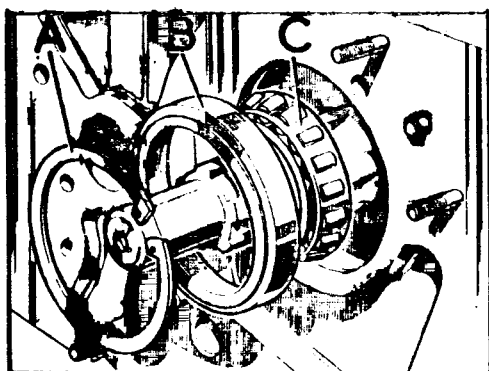

Fig. C-42 Cojinete delantero para el eje de salida
- 4.3. Colocar los trapos para proteger los alojamientos de los cojinetes de la caja reductora, montar el rodamiento, C (Fig. C-42), sobre el eje y seguidamente la pista exterior, B, que se sujetará con el arillo, A.